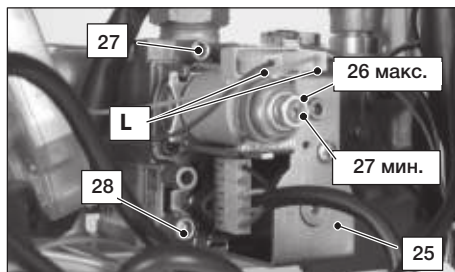

Рисунок 7.3
- Выключив котел (приведя его в нерабочее состояние), проверьте давление питания при помощи отвода 28 (см. Рисунок 7.3) и сравните считанное значение со значениями, приведенными в таблице «номинальное давление газа» в разделе «Технические характеристики» на с. 21.
- Тщательно закройте отвод для замера давления 28 (см. Рисунок 7.3).
- Откройте отвод для замера давления 27 (Рисунок 7.3) и подсоедините манометр.
Чтобы откалибровать давление в горелке, поворачивайте большую шестиугольную латунную гайку модулирующего устройства 26 (макс.), см. Рисунок 7.3 (при вращении гайки по часовой стрелке давление увеличивается).
- Отсоедините один из двух проводов питания «С» модулирующего устройства 26. Внимательно следите за тем, чтобы не прикасаться к металлическим частям котла (см. Рисунок 7.3).
- Подключите провод питания «С» к модулирующему устройству (Рисунок 7.3).
- Закройте отвод для замера давления 27 (Рисунок 7.3).
Важно! Измерив давление газа, необходимо тщательно закрыть отводы, использованные для замера давления (28 и 27, Рисунок 7.3). После проведения всех операций по регулировке газа необходимо опломбировать регулировки клапана.
- Откройте отвод для замера давления 27 (Рисунок 7.3) и подключите манометр.